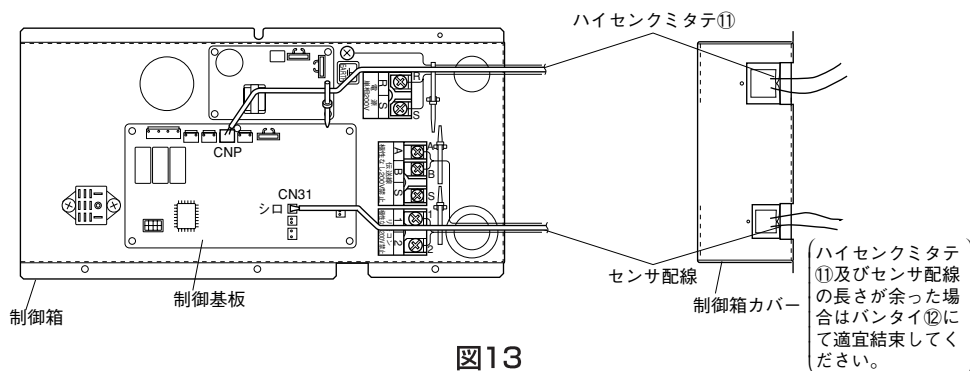

図13
- 3) ハイセンクミタテ⑪及びセンサ配線の経路は、本体後ろの開口部から制御箱へと引き回してください。制御箱内の配線経路は図13を参照してください。
- 4) ハイセンクミタテ⑪のコネクタ(青)を制御基板上のコネクタ(CNP)へ、センサ配線のコネクタ(白)を制御基板上のコネクタ(CN31)へ、それぞれ差し込んでください。—図13
- 5) 制御箱カバーの配線穴からハイセンクミタテ⑪及びセンサ配線を貫通させた後、制御箱カバーを元どおり取付けてください。—図13